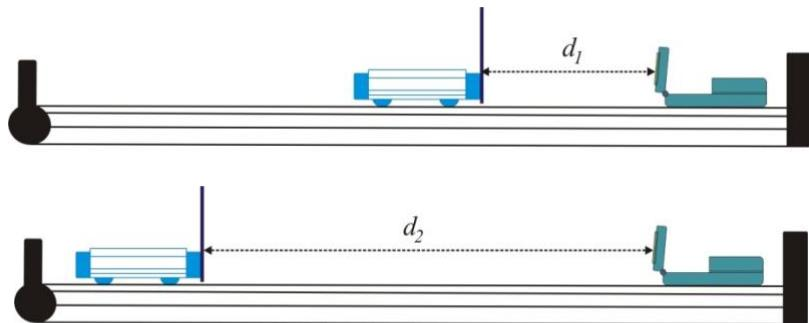

Figura 1: Propuesta de montaje para la calibración del sensor de posición.
- a) Arme el montaje según la Figura 1, utilizando como pantalla un rectángulo de cartón de aproximadamente 10×10 cm. Conecte el sensor de posición (Motion Detector, Vernier) a la placa sensor DAQ teniendo en cuenta la información del Apéndice 1. Sea muy cuidadoso con el montaje para asegurarse que el sensor pueda registrar correctamente la distancia entre él y la pantalla. Como el sensor registra posiciones en instantes discretos (canal digital), se recomienda habilitar un canal analógico (por ejemplo, conectando un photogate) en la placa para contar con un registro continuo del tiempo. De esta manera, cada medida de posición quedará asociada a un instante temporal preciso.